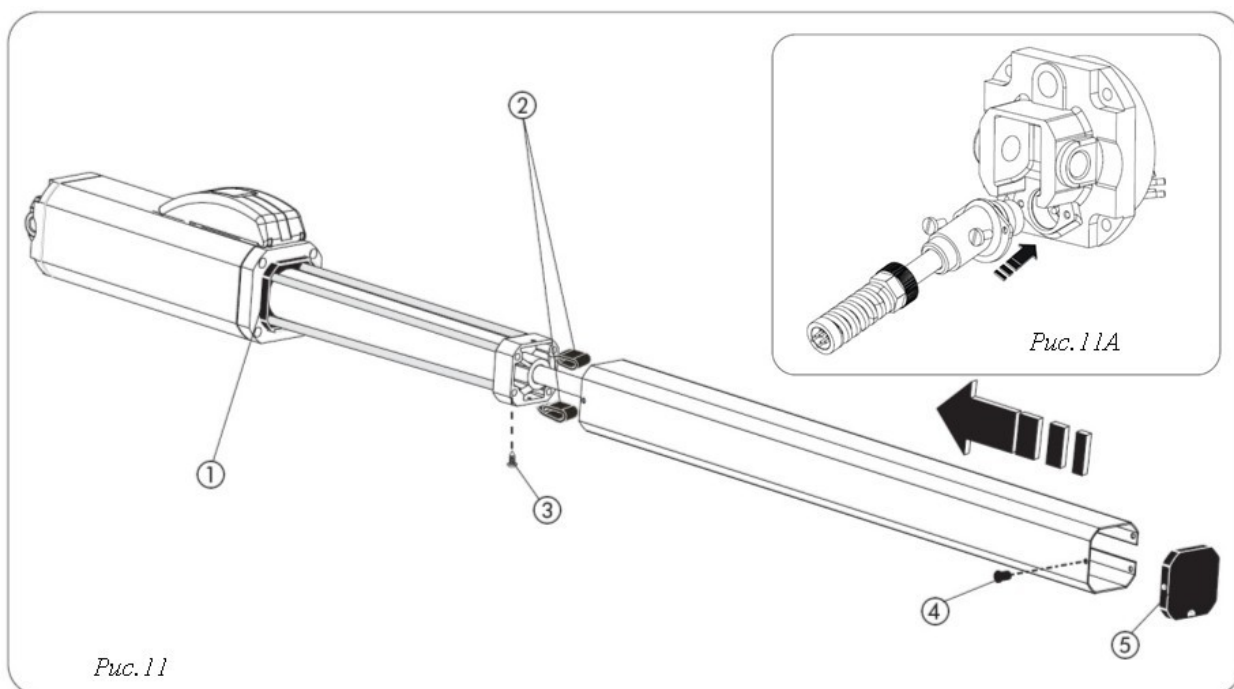

Рис. 11
- 12) Приготовьте защитный кожух и закрепите его на приводе, как показано на Рис.11
- A) Вставьте antivибрационные прокладки ② в передний фланец.
- B) Аккуратно вставьте кожух в заднюю крышку ①.
- C) Закрепите кожух саморезами ③.
- D) Вставьте переднюю крышку кожуха ⑤ и закрепите её крепежными втулками ④.
Присоедините кабель к приводу и затяните его винтами (Рис. 11А)